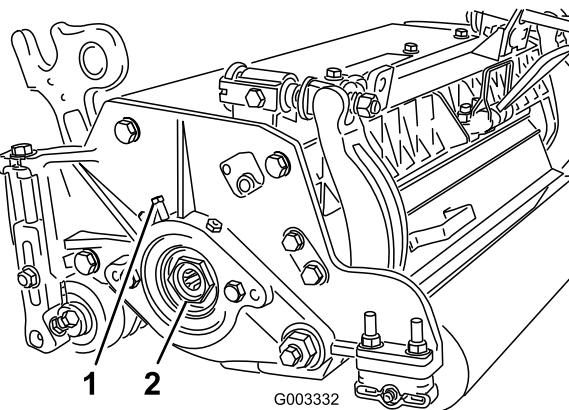

図24
- A. カッティングユニットの左側にあるベアリングハウジングにベアリング調整ナットを固定している固定ネジをゆるめる(図24)。